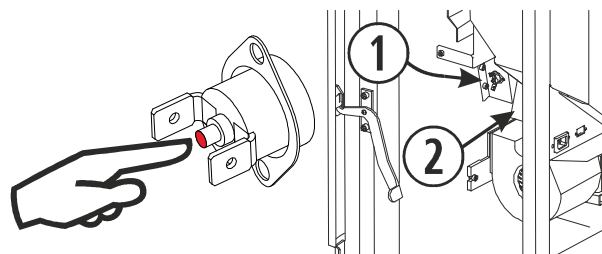

Figura 31
- As estufas **Suez** e **Turbo Aire** (*figura 31*) têm os seus termóstatos do lado lateral direito.